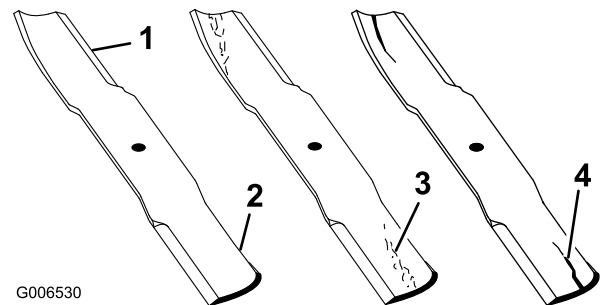

Bild 28
2. Prüfen Sie die Schnittkanten des Messers sorgfältig, insbesondere dort, wo die geraden Flächen die gebogenen berühren (Bild 28). Da Sand und anderes reibendes Material das Metall abschleifen kann, das die flachen mit den gebogenen Teilen verbindet, müssen Sie das Messer vor jedem Einsatz der Maschine prüfen. Tauschen Sie das Messer aus, wenn Sie eine Abnutzung feststellen (Bild 28); siehe Entfernen des Schnittmessers“.
Wenn sich das Messer abwetzen kann, bildet sich ein Schlitz zwischen dem Windflügel und dem flachen Teil des Messers (Bild 28). Zuletzt kann sich ein Stück des Messers lösen und aus dem Gehäuse ausgeschleudert werden. Das kann zu schweren Verletzungen bei Ihnen selbst und Unbeteiligten führen.